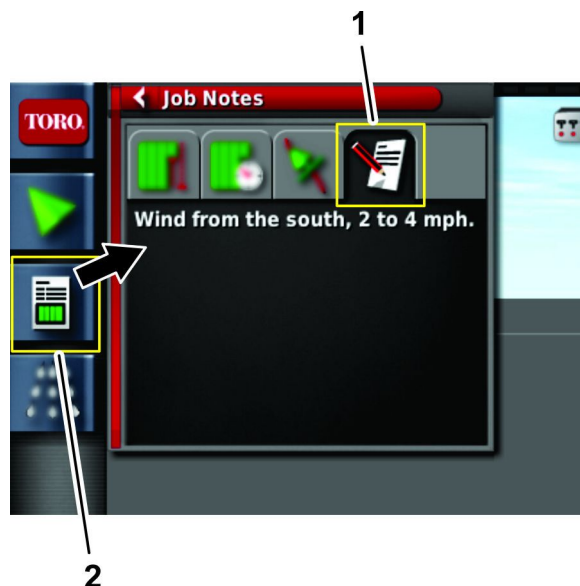

Bild 26
1. Öffnen Sie das Symbol für die Jobinformationen (Bild 26).
2. Tippen Sie auf das Jobnotizen-Symbol (Bild 26).